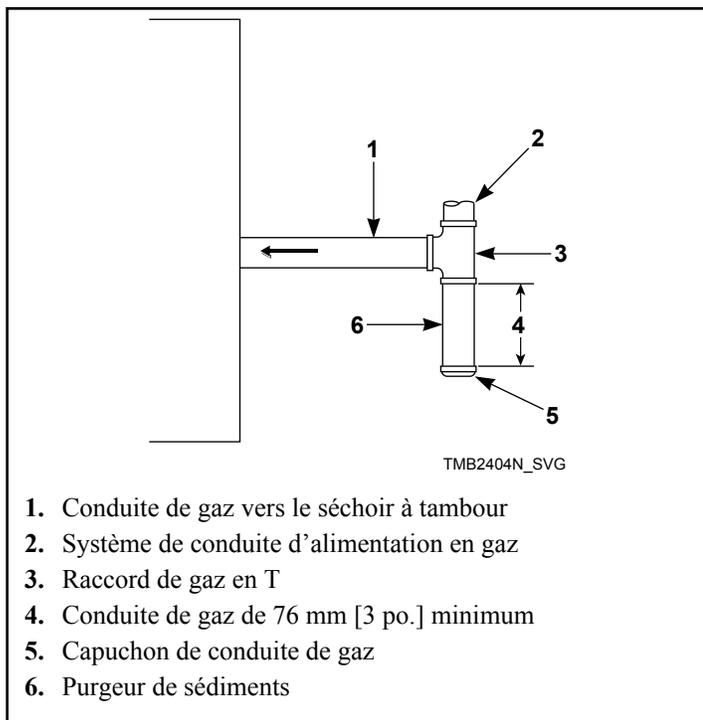

Figure 18
Chaque séchoir doit être équipé des éléments suivants, devant être fournis et installés par le client. Se reporter à la *Figure 18*.
- Prises de pression d'alimentation (minimum 1/8 NPT) (voir *Figure 18*)